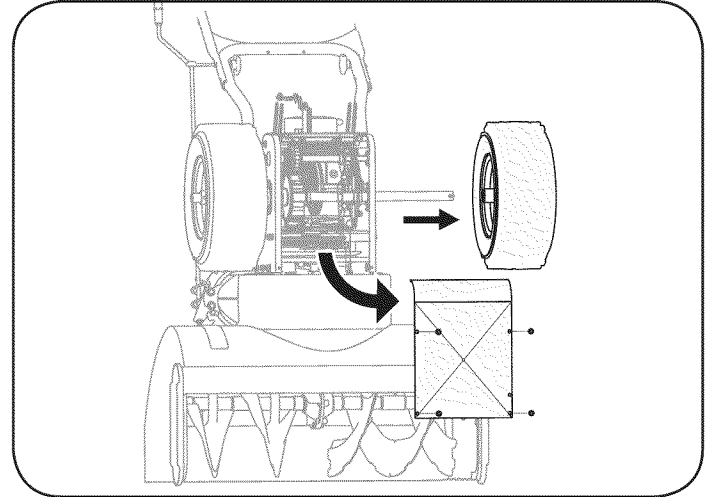

Figura 34
3. Quitar los tornillos de la estructura por debajo de la cubierta de nieve lanzador (consulte la Figura 34). Retire la rueda derecha del eje.